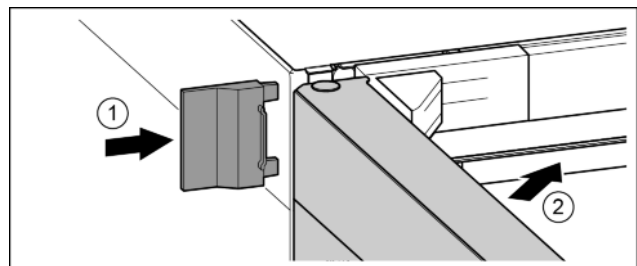

Fig. 21
- ▶ Vnější kryt nasuňte. Fig. 21 (1)
- ▶ Zavřete horní dveře. Fig. 21 (2)